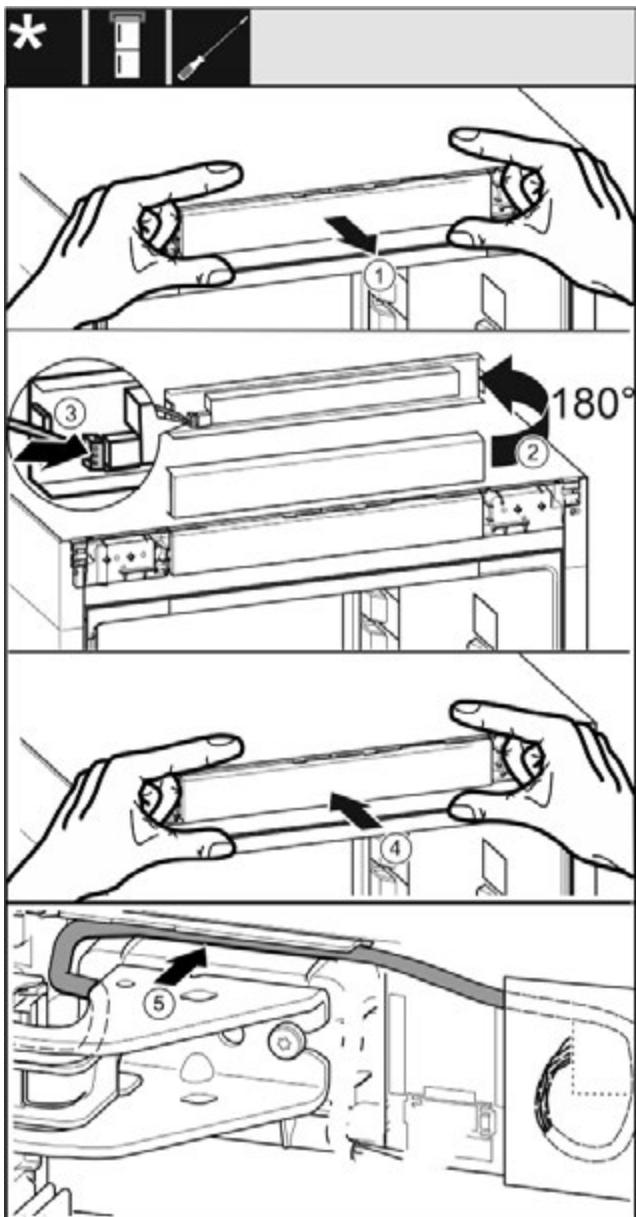

Fig. 34
- Обережно витягніть невелику панель керування. Fig. 34 (1)
- Поверніть панель на 180° вгору. Fig. 34 (2)
- Зафіксуйте штекер на невеликій панелі керування. Fig. 34 (3)
- Знову зафіксувати невелику панель керування на пристрії. Fig. 34 (4)
- Обережно розташуйте сірий кабель в направляючій над верхнім опорним кронштейном. Fig. 34 (5)